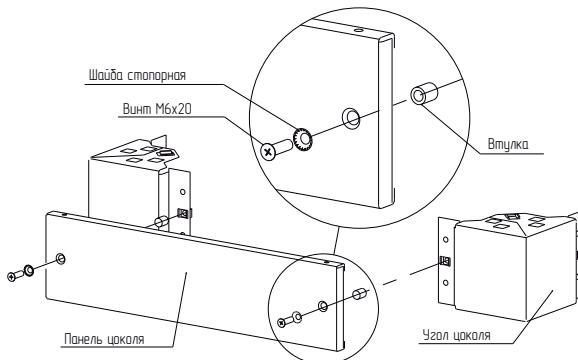

Рисунок 2
4.1.3 Вставить в панель цоколя два винта M6×20 со стопорной шайбой и втулкой на каждом винте (рисунок 2) и закрепить панель цоколя на углах цоколя. Момент затяжки – 4 Н·м.